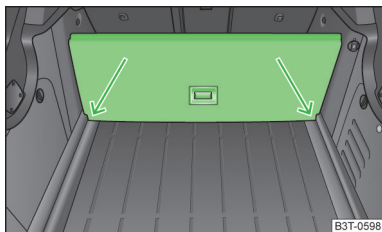

Fig. 93
- Levantar la parte con la fijación y asegurarla introduciéndola en las ranuras que vienen marcadas por medio de flechas » fig. 93.